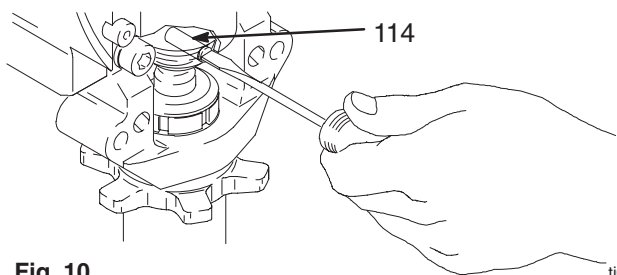

Fig. 10
3. Fig. 10. Utilice un destornillador para extraer el muelle de retención y el pasador.
2. Fig. 10. Introduzca el pasador (21) en el orificio e introduzca el muelle de retención en la ranura hasta que rodee completamente el eje.